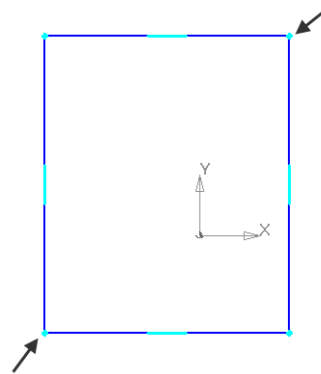

Рис. 2.7. Побудова
- б) перемістити курсор **лівіше і нижче** символу початку координат ескізу і вказати **першу точку** вершини прямокутника (рис. 2.7);
- в) перемістити курсор **правіше і вище** символу початку координат ескізу і вказати **другу точку** вершини прямокутника (рис. 2.7);